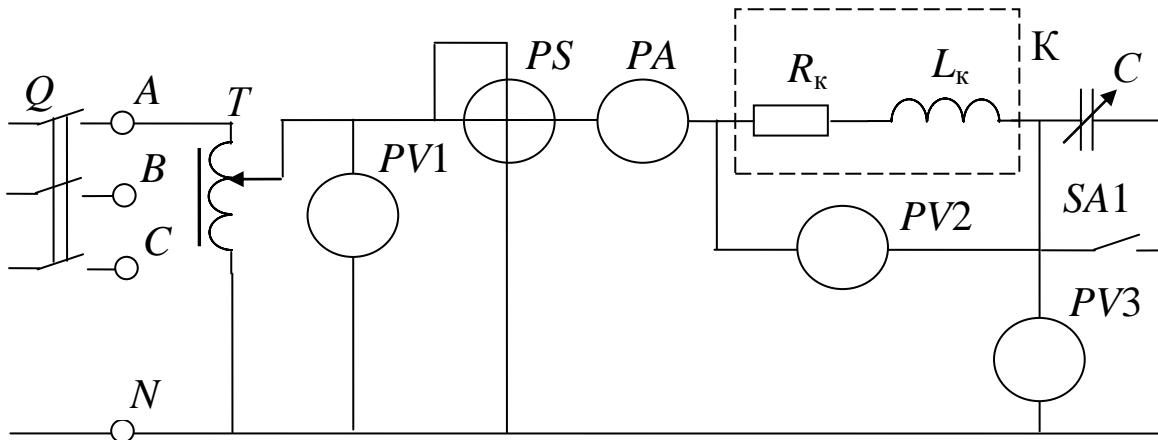

Рис. 1. Схема экспериментальной установки
Исследования проводятся на стенде ЛЭС-5, в котором используются блок включения, блок конденсаторов, индуктивная катушка, и автотрансформатор. Схема принципиальная установки изображена на рис. 1.
4.2. Собрать электрическую схему (рис. 1) и дать её проверить лаборанту. При этом выключатели должны находиться в выключенном состоянии (нижнее положение), а регулятор автотрансформатора  $T$  в положении до упора против часовой стрелки.